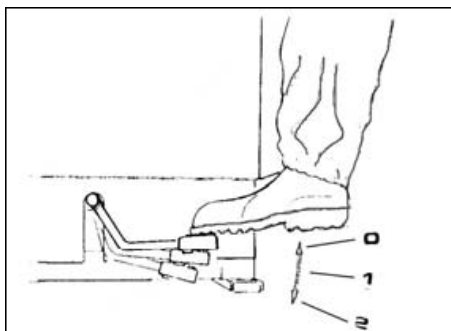

Рис.13
- нажмите педаль накачивания на среднюю позицию (рис.13, положение 1). Должен податься воздух из головки накачивания.
- нажмите педаль до конца (рис.13, положение 2). Сильная струя сжатого воздуха должна выйти из отверстий в четырех запирающих салазках.